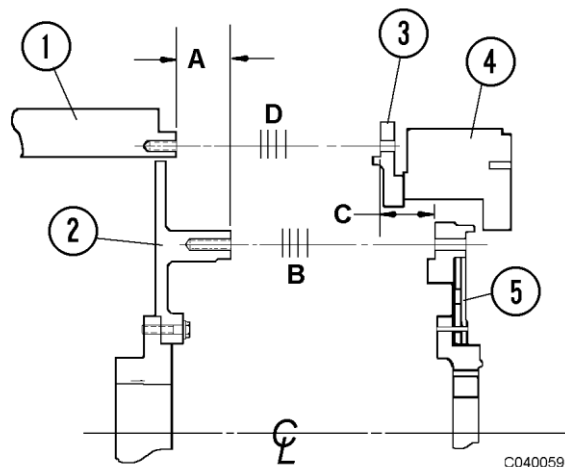

FIGURA 4-4. UBICACIÓN DE LAINAS
3. Refiérase a la figura 4-4. Mover el cigüeñal del motor en la el torque trasera de su recorrido final.
Refiérase a la Figura 4-4.
B = _____ Paquete Laina grueso que se instalará en la ubicación B, figura 4-4.
D = _____ Paquete laina grueso para instalarse en lugar D, figura 4-4.